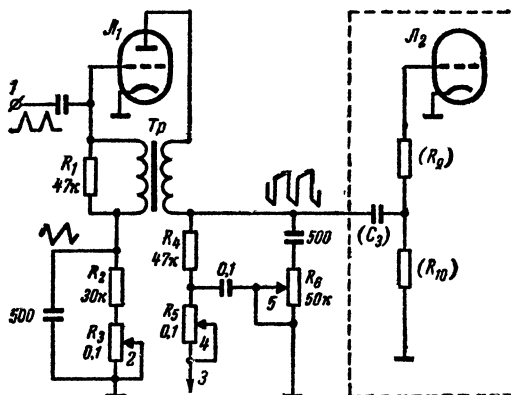

Рис. 17. Схема блокинг-генератора, который может быть использован в схеме на рис. 15 вместо мультивибратора.
**Н.** — Почему в схеме на рис. 17 на анод лампы блокинг-генератора подается повышенное напряжение от выходного каскада?
**Н.** — Но в схеме на рис. 17 я вижу дополнительный источник возможных неисправностей — обрыв в трансформаторе  $Tp$ .
**Л.** — Такое же назначение имеет постоянный или подстроечный конденсатор  $C_8$ . С этой же целью применены резистор  $R_1$  в схеме блокинг-генератора (рис. 17), резисторы, включенные параллельно или последовательно с различными катушками (естественно, без блокировочных конденсаторов), а также резисторы в цепях анодов и экранирующих сеток различных ламп.
Н. — Причем, очевидно, менять напряжение возбуждения можно путем изменения сопротивлений резистора  $R_8$  в мультивибраторе (рис. 15) или резистора  $R_2$  (или переменного резистора  $R_5$ , если он имеется) в блокинг-генераторе (рис. 17). Конечно, величина этих сопротивлений может с течением времени измениться.